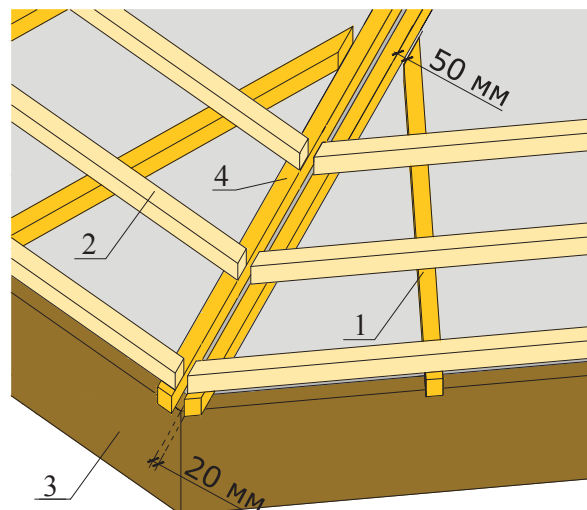

Рис. 7
4.1.11. На ребрах вальмовой крыши коньковый брусок сечением 50х50 мм монтируют на специальные крепления (скобы), устанавливаемые на брусья контрообрешетки с шагом 500 мм (рис. 7).